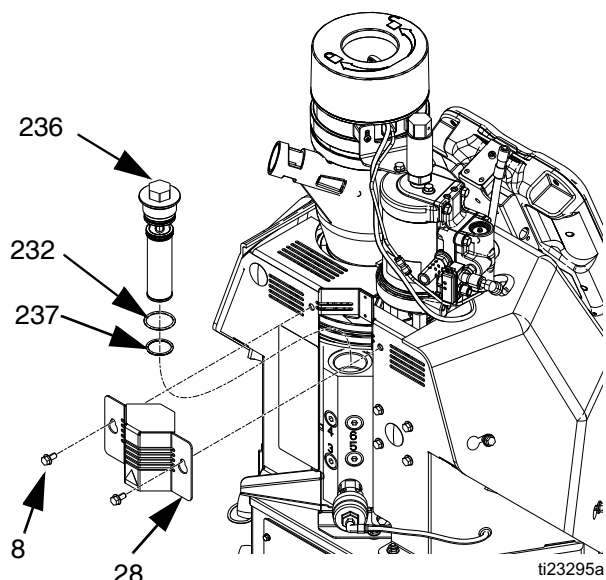

ABB. 23
4. Zwei Schrauben (8) lösen, dann die kleine Metallabdeckung (28) auf der Systemrückseite zum Entfernen nach oben schieben. Siehe ABB. 23.
5. Mit 1"-Steckschlüssel Auslassfilter (236) abschrauben.
6. Inbusschlüssel durch die Auslassfilterkappe führen, um den Auslassfilter(236) aus dem System zu heben.
8. Die mit neuem Auslassfilter bereitgestellten O-Ringe (232, 237) auf den neuen Auslassfilter (236) aufsetzen.
10. Die kleine Metallabdeckung(28) über dem Auslassfilter installieren, dann zwei Schrauben (8) festziehen.